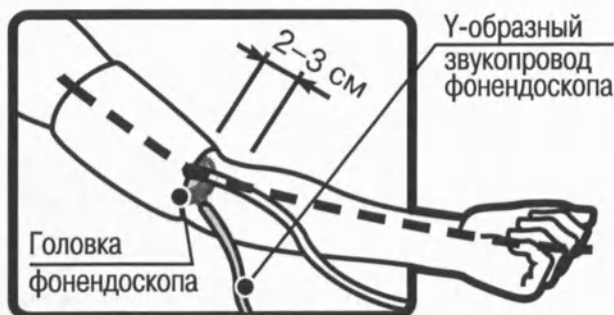

Рисунок 1
3. Трубка манжеты должна быть направлена в сторону ладони (см. рисунок 1). Если измерение на левой руке
4. Нижний край манжеты должен располагаться выше локтевого сгиба на 2–3 см (см. рисунок 1).